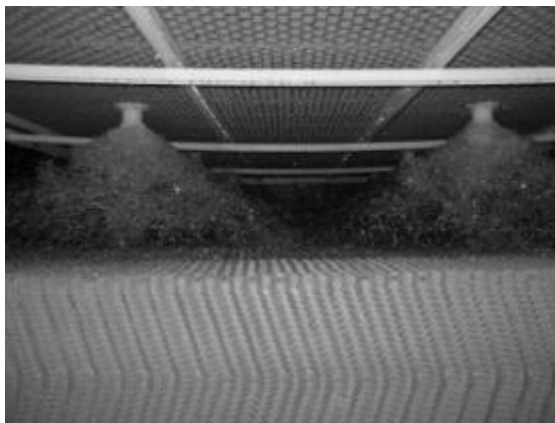

Fig. 30
- a) Checking the nozzles; To be sure that the nozzles are not clogged, it will be sufficient to observe that the water is falling in a uniform way in the collecting basin. If an area is detected, in which water is not falling in a normal way, remove and clean the nozzles in that area. (fig. 30).
- a) Inspection des tuyères: Pour vérifier que les tuyères ne se trouvent pas bouchées il sera suffisant d'observer si l'eau tombe uniformément dans le bassin. Si on observe des zones où l'eau ne tombe pas d'une façon normale, démonter et nettoyer les tuyères (fig. 30).
- a) Inspección de las toberas: Para comprobar que las toberas no se encuentran obstruidas bastará con observar si el agua cae uniformemente en la bandeja. Si se observa alguna zona en la que no cae el agua de manera normal, desmontar y limpiar las toberas (fig. 30).